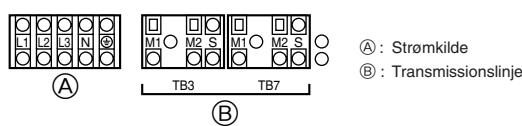

Fig. 6-1
⑨ Gruppen indstilles vha. fjernbetjeningen.
6.2. Styreboks og ledningsføringens tilslutningsplacering (Fig. 6-1)